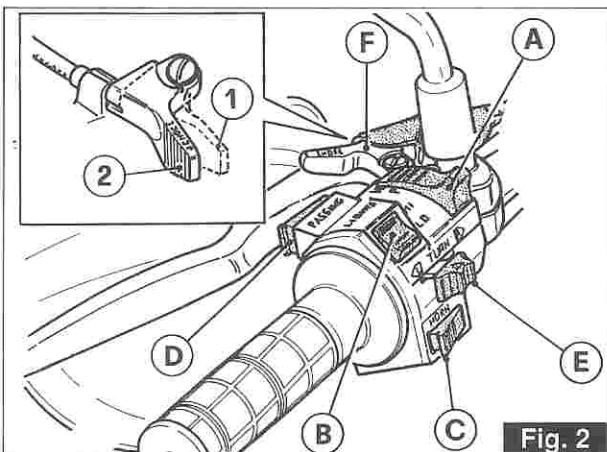

Fig. 2
Posizione «P» sterzo bloccato. Motore spento; con l'interruttore «A» di fig. 2 in posizione «P» si ha la luce di parcheggio. Chiave estraibile.
Position «P» steering locked. Engine off; with switch «A» of fig. 2 in position «P» the parking light is on. Key removable.
Interruttori comando luci (fig. 2)
Pulsante per avvisatore acustico, passing e interruttore comando lampeggiatori (fig. 2)
Leva comando «Choke» («F» di fig. 2)
- se il motore è freddo portare la levetta «F» «CHOKE» in posizione di avviamento «1» vedi fig. 2.
Light switches (fig. 2)
Horn button, passing and headlamp flasher (fig. 2)
«CHOKE» control («F» in fig. 2)
- if the engine is cold, put the «CHOKE» control «F» in the starting position «1» (see fig. 2);